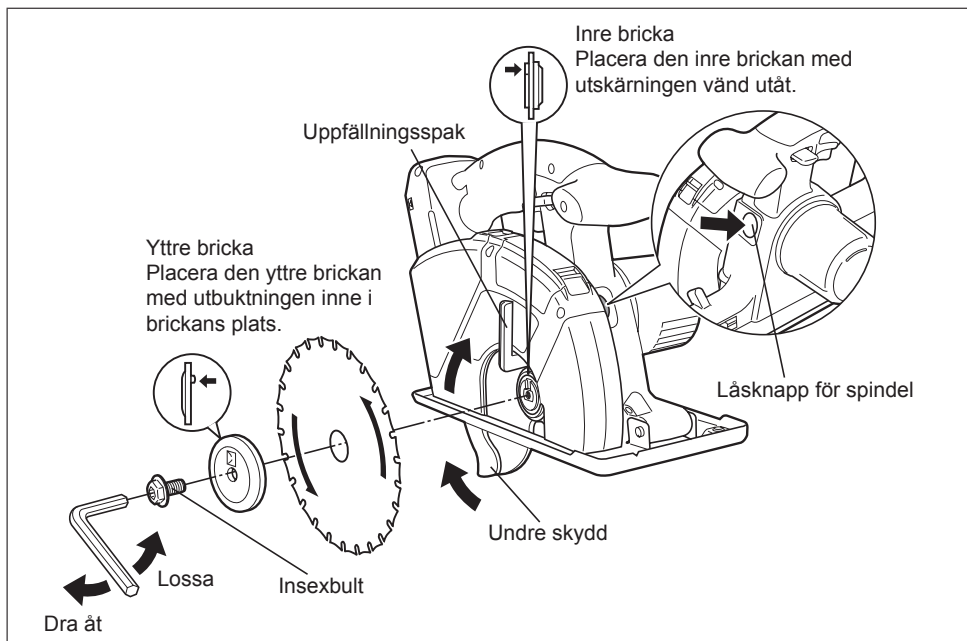

Bild 6
Kontrollera att insexbulten är ordentligt åtdragen (se bild 6).
4. Montera klingan enligt bilden (se bild 6).